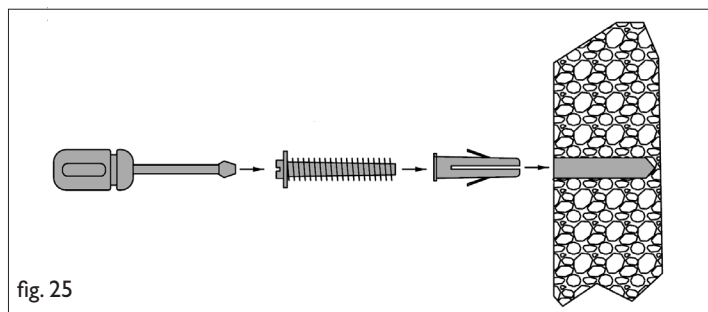

fig. 25
- Forare la parete con una punta $\varnothing 6$ (fig. 25)